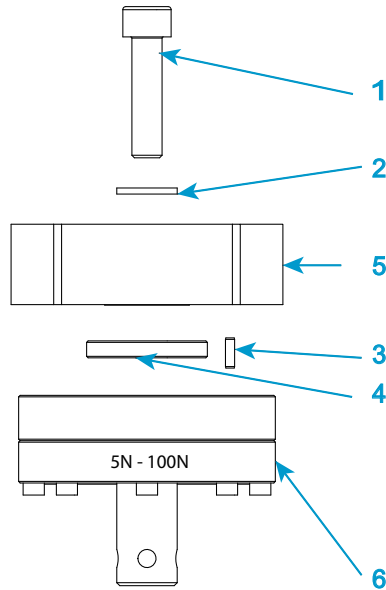

Figura 15. Instalación de una célula de carga de la serie 2530: capacidades de 5 N a 100 N
Leyenda de Figura 15
1. Consulte Figura 15 en la página 89 y su leyenda relacionada.